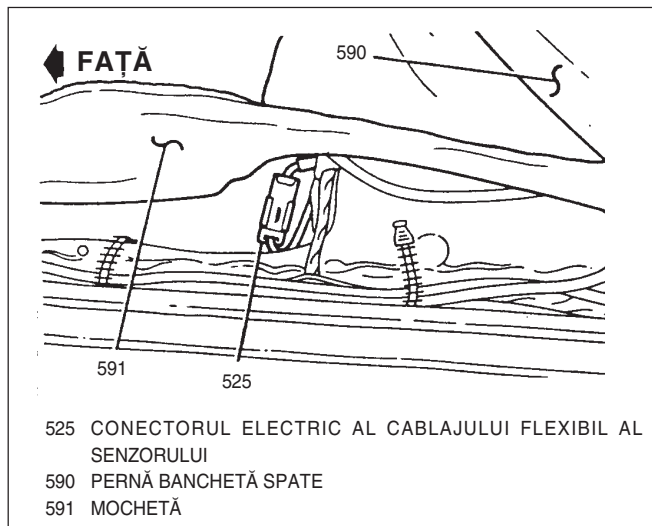

Fig. 30. Localizarea conectorului electric al cablajului flexibil al sensorului de viteză stînga spate
3. Conectorul electric al cablajului flexibil (Fig. 30).